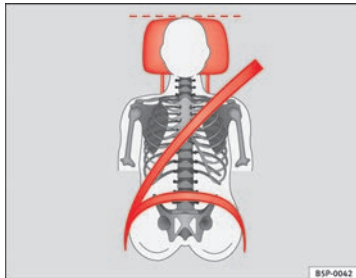
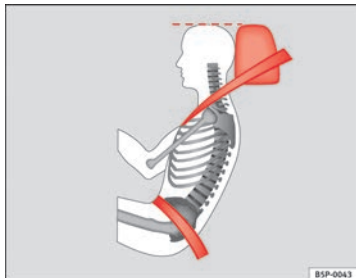

Abb. 3 Richtig eingestellte Kopfstütze von vorne betrachtet
Abb. 4 Richtig eingestellte Kopfstütze von der Seite betrachtet
- Stellen Sie die Kopfstützen so ein, dass sich die Oberkante der Kopfstütze möglichst auf einer Linie mit dem oberen Teil Ihres Kopfes bzw. mindestens auf Augenhöhe befindet ⇒ Abb. 3 und ⇒ Abb. 4.